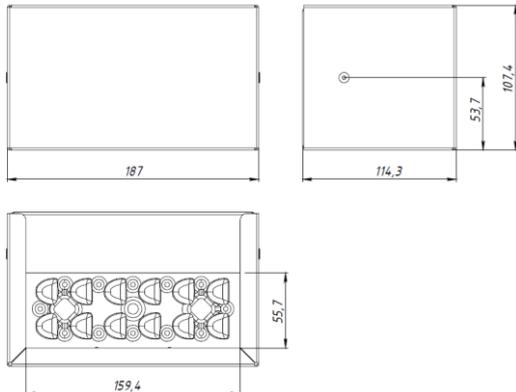

Рисунок 1. Габаритные размеры светильников Accent.
3.3. Светильник Accent состоит из основных частей (см. рисунок 1):